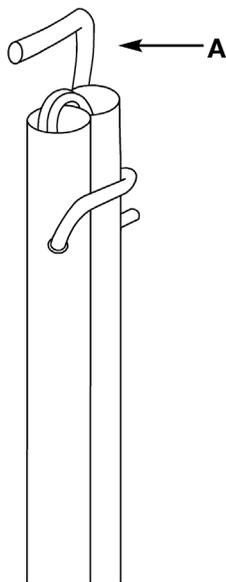

Figure 1
1. Pour fixer les pièces pendant le transport, une attache est utilisée pour joindre les sections supérieure et inférieure du tube. Retirez l'attache et mettez-la de côté (ne la mettez pas au rebut) (figure 1).